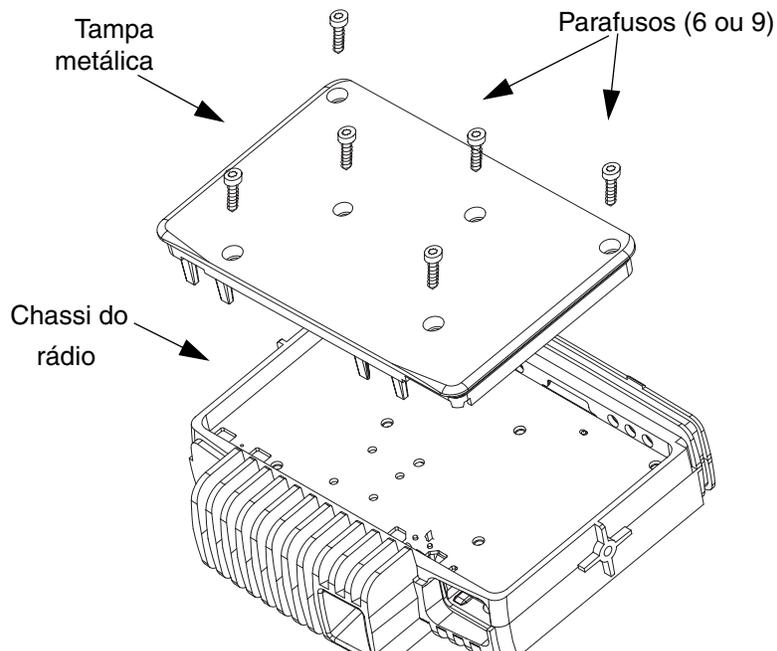

Figura 2-4 Remoção da tampa metálica
1. Remova os seis parafusos (nove, para banda baixa) da tampa metálica usando a chave TORX™ T20, como mostra a Figura 2-4.